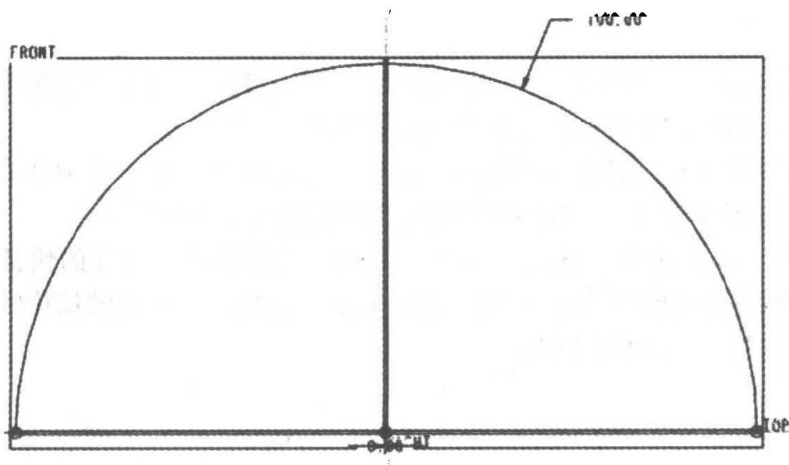

图 1.13 绘制的草图截面
- (9) 单击工具栏中的圆弧按钮 ，绘制如图 1.13 所示的圆弧，圆弧的半径为 100。